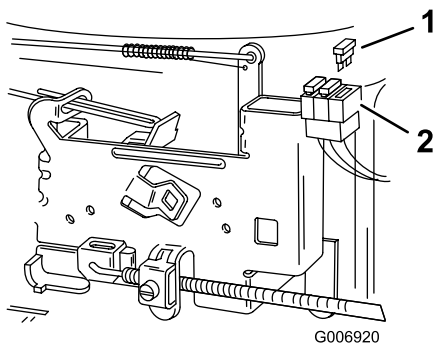

Figura 29
- Tirate il fusibile (Figura 29) per estrarlo dall'attacco.